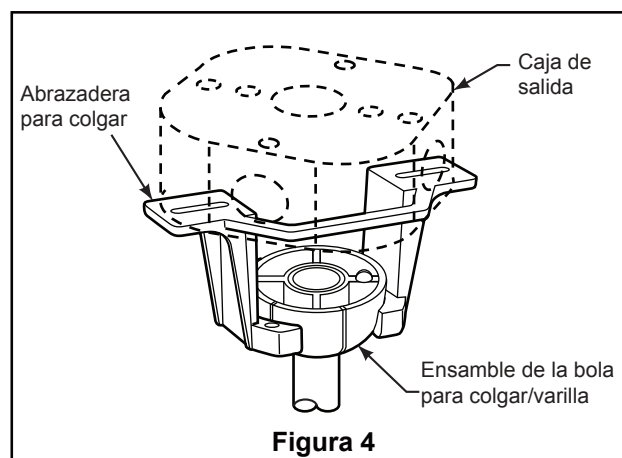

Figura 4
4. Coloque el soporte de la varilla y alinee los orificios de la clavija de horquilla en ambas piezas. Instale la clavija de horquilla y asegúrela con la pinza de horquilla. Fije los dos tornillos de presión y las tuercas de seguridad en el soporte de la varilla interior. (Figura 4)
- ☐ 2. Levante cuidadosamente el ventilador y coloque el ensamble de la bola para colgar/varilla en la abrazadera para colgar que acaba de fijar a la caja de salida. Asegúrese de que la ranura de la bola esté alineada con la lengüeta de la abrazadera para colgar. (Figura 4)